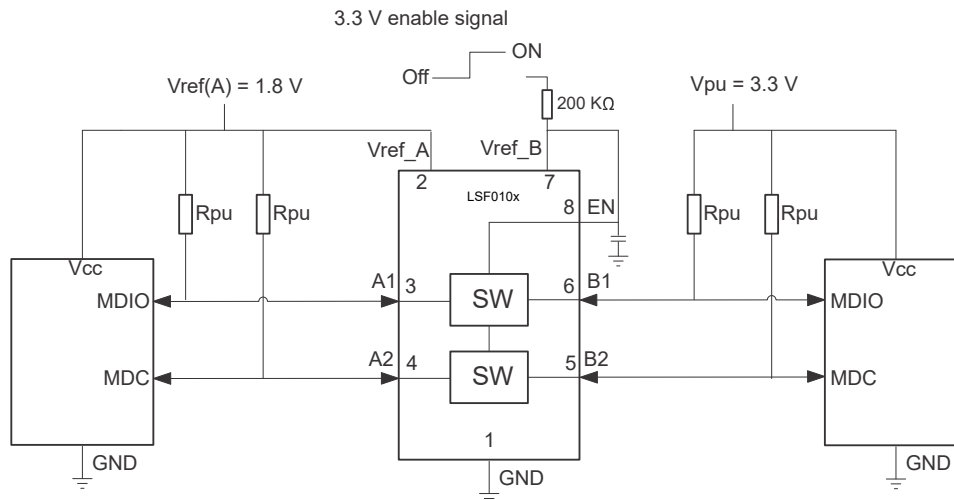

图 9-1. 用于开漏转换的典型应用电路（以 MDIO 为例）
- V_{CCB}/V_{CCA} 与 V_{ref_B} 或 V_{ref_A} 不同： V_{CCB} 是指提供给 LSF 器件的 B 侧电源电压，而 V_{ref_B} 是指 200k 电阻器另一侧的 V_{ref_B} 引脚（图 9-1 的引脚 7）处的电压。